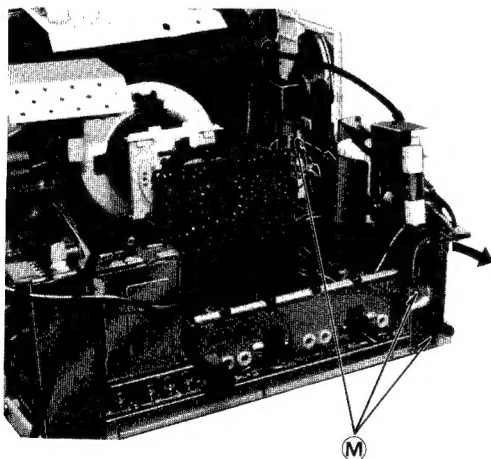

Fig. 16 Abb. 16
4. Loosen 4 screws (M) and push the F.B.T. block as in fig. 16.
4. Zwei Schrauben "M" Lösen und Zeilentrafo wegdrücken (Vgl. Abb. 16)